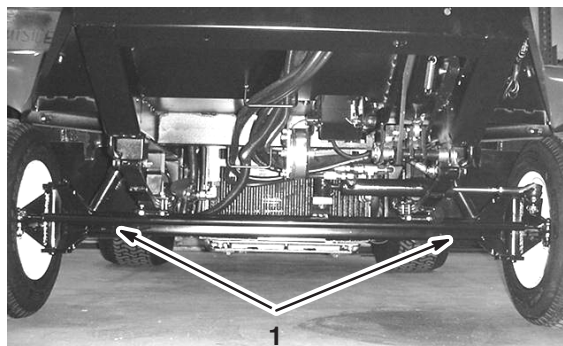

**Figure 18**
1. Tournez la vanne de remorquage (Fig. 18) de 90° dans un sens ou dans l'autre pour l'ouvrir.